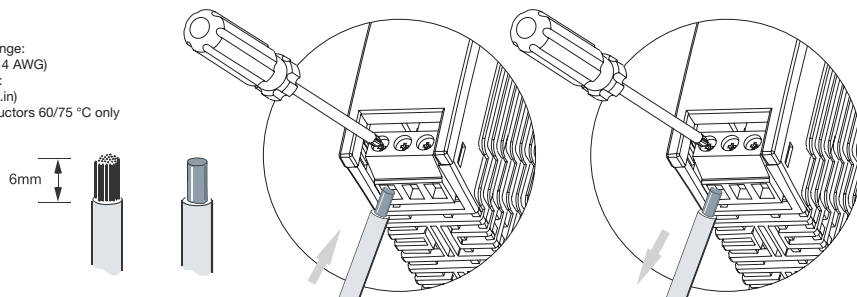

Fig. 4
3. Entfernen von der DIN-Schiene wie in Abbildung 4 dargestellt. Isolierten Schraubendreher zur Entriegelung verwenden.